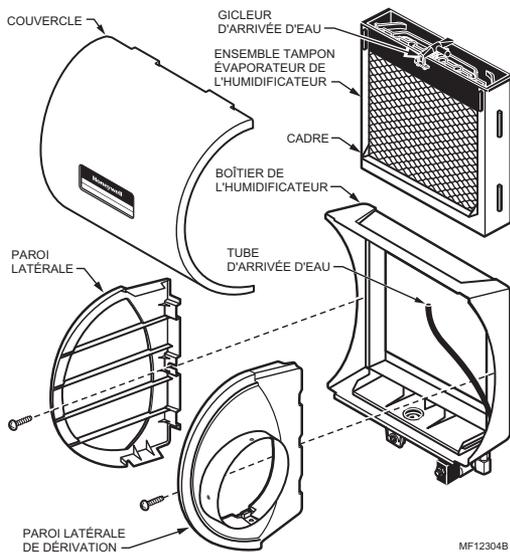

Fig. 3. Démontage de l'humidificateur.
6. Démontez l'humidificateur. Enlever le couvercle et retirer l'ensemble tampon évaporateur de l'humidificateur. Voir la figure 3.